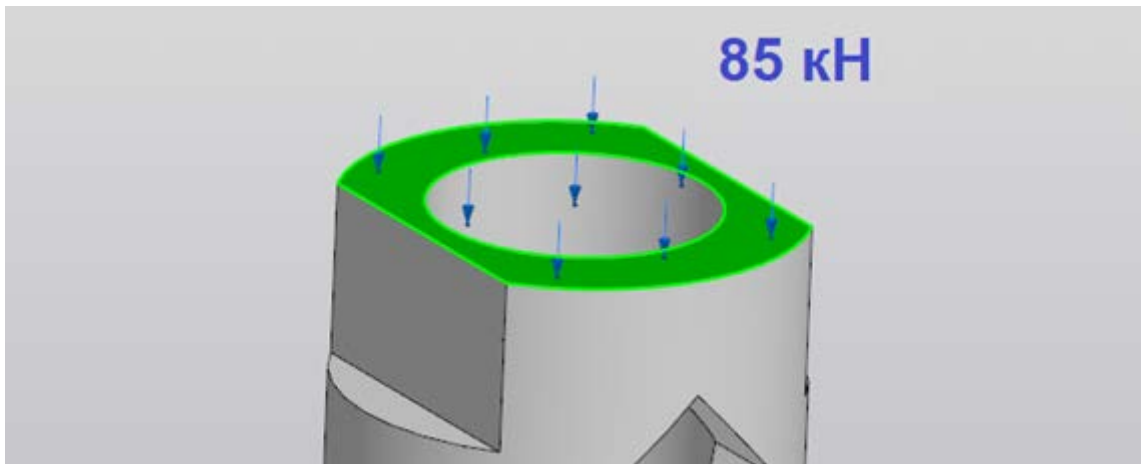

Рис. 2. Направление приложения нагрузки для выполнения статического расчёта
3. При помощи средств выбранной САПР (КОМПАС-3D или T-FLEX CAD) выполните статический расчёт с условием, что нижняя грань основания *корпуса* закреплена, а на верхнюю грань *корпуса* приложена распределённая нагрузка, равная 85 кН (рис. 2). Необходимо предоставить снимок экрана (скриншот) с цветной картой распределения напряжений и снимок экрана (скриншот) с деревом построений прочностного анализа.